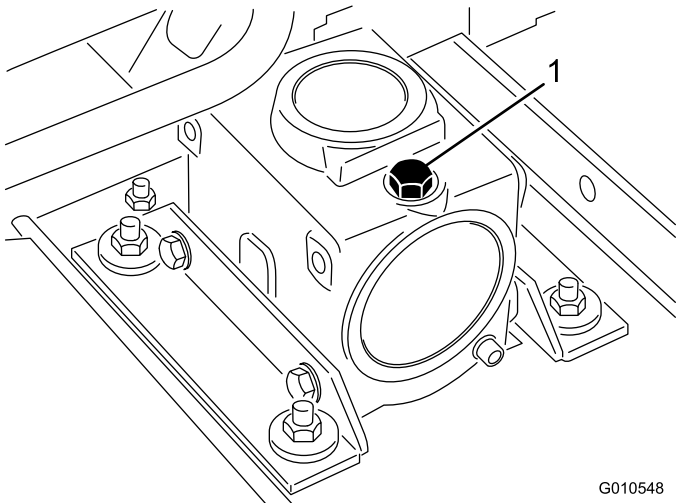

Bild 7
2. Nehmen Sie den Peilstab bzw. die Füllschraube oben am Getriebe ab (Bild 7) und stellen Sie sicher, dass der Ölstand zwischen den Markierungen am Peilstab liegt. Wenn der Ölstand niedrig ist, füllen Sie Öl ein, bis der Stand zwischen den Markierungen liegt.